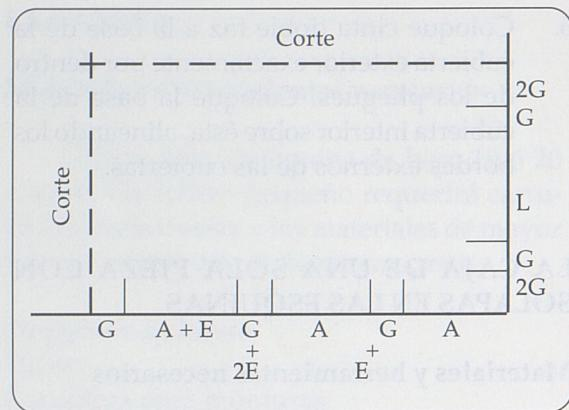

Ilustración 7
- Usando la plantilla, haga las marcas correspondientes sobre los bordes adyacentes de una de las esquinas de un trozo grande de cartulina libre de lignina de 20 puntos (Ilustración 7).